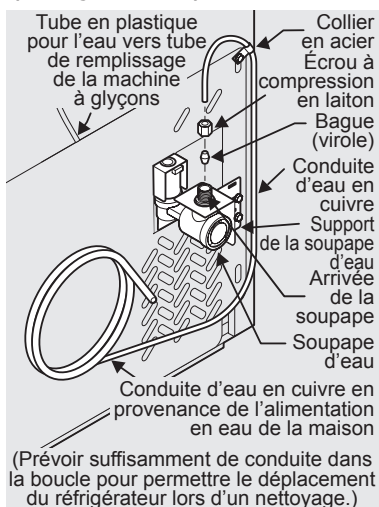

Figure 1
- Mettez les capuchons d'extrémité de la poignée du congélateur sur les boulons à épaulement supérieurs et inférieurs préinstallés (A) qui sont fixés dans la porte, en vous assurant que les trous des vis de réglage sont vis-à-vis de la porte du réfrigérateur. (Reportez-vous à la figure 1.)
- Tout en maintenant fermement la poignée contre la porte, fixez les vis de réglage Allen supérieures et inférieures (B) au moyen d'une clé hexagonale. (Reportez-vous à la figure 1.)
que possible (6,4 mm / ¼ po). Glissez la bague d'extrémité (manchon) dans l'entrée du robinet et serrez l'écrou de compression à la main dans le robinet. Serrez d'un autre demi tour avec une clé; NE PAS serrer trop fort. Voir Figure 1.